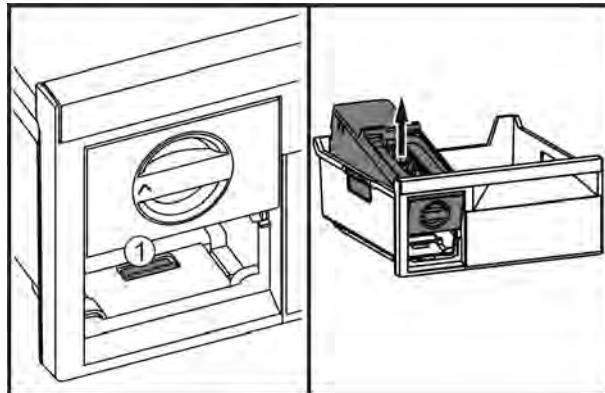

Fig. 37
- Нажать на накладку Fig. 37 (1), EasyTwist-Ice поднять сзади и вынуть из выдвижного ящика морозильника.